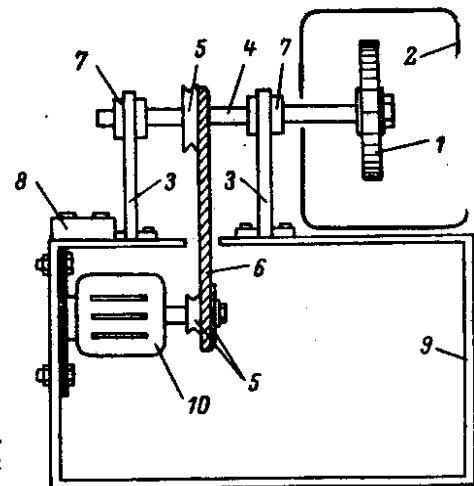

Рис. 4 Планшайба вертикальная (универсальная бабка).
Универсальная бабка (рис. 4) состоит из станины (9), на которой с помощью стоек (3) укрепляется шпиндель (4), оканчивающийся съемной планшайбой (1) с ограждением (2). Шпиндель крепится на стойках (3) с помощью подшипников (7). В средней части шпинделля находится двухступенчатый шкив (5), от которого через прорезь в станине проходит ременная передача (6) к шкиву, установленному на электродвигателе (10) с выключателем (8).